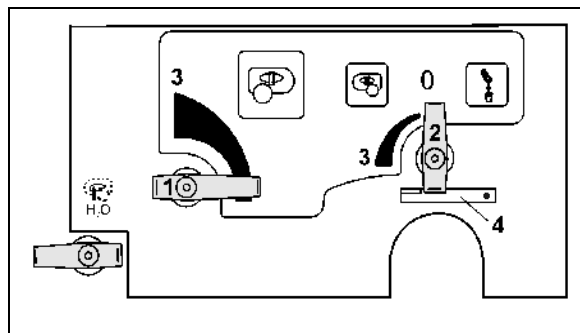

Fig. 42
- huvud-omrörningen med inställningskran (Fig. 42/1).
- sekundär- omrörningen med inställningskran (Fig. 42/2).
Då respektive inställningskran står i 0-position är omrörningen urkopplad. Kraftigast omrörningseffekt erhålles i pos (Fig. 42/3).
Låsning för avtappningsfunktion för tryckfiltret (Fig. 42/4).